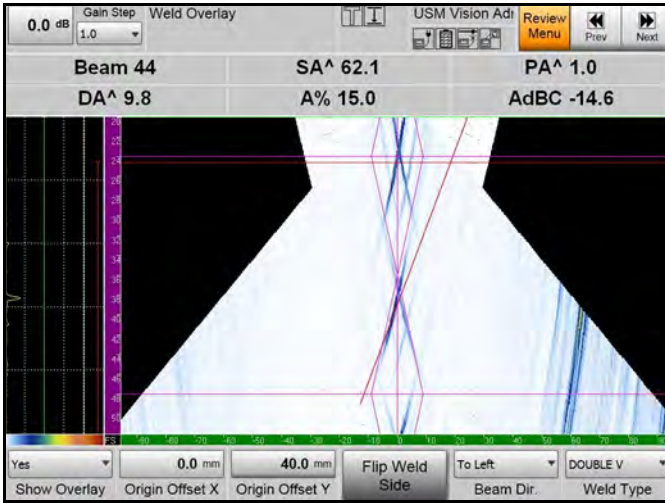

Figura 65: Capa de soldadura con botón Invertir
2. Configurar la exploración sectorial dual en la secuencia siguiente, mostrada en Figura 65 en la siguiente página: